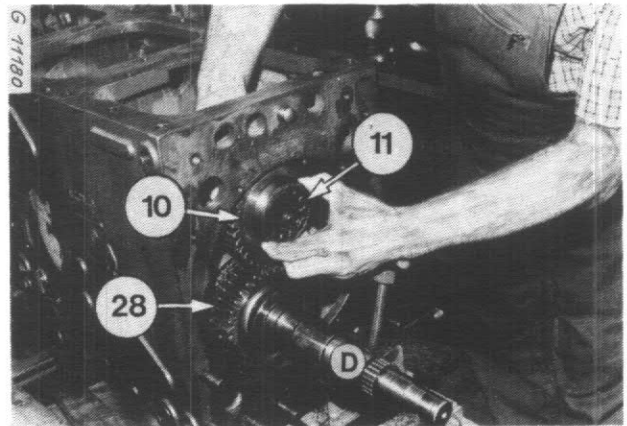

Figure 113
Installez les roulements à rouleaux (11) dans le pignon fou avant (10) - voir figure 113.